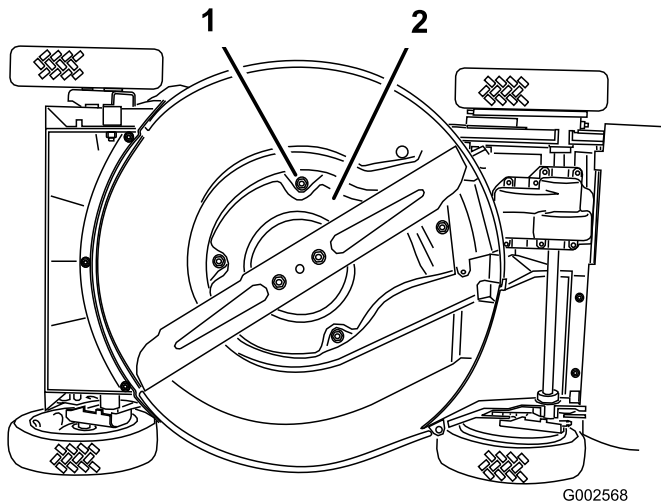

Figure 35
- Enlevez les 4 vis de fixation de la protection (Figure 35).